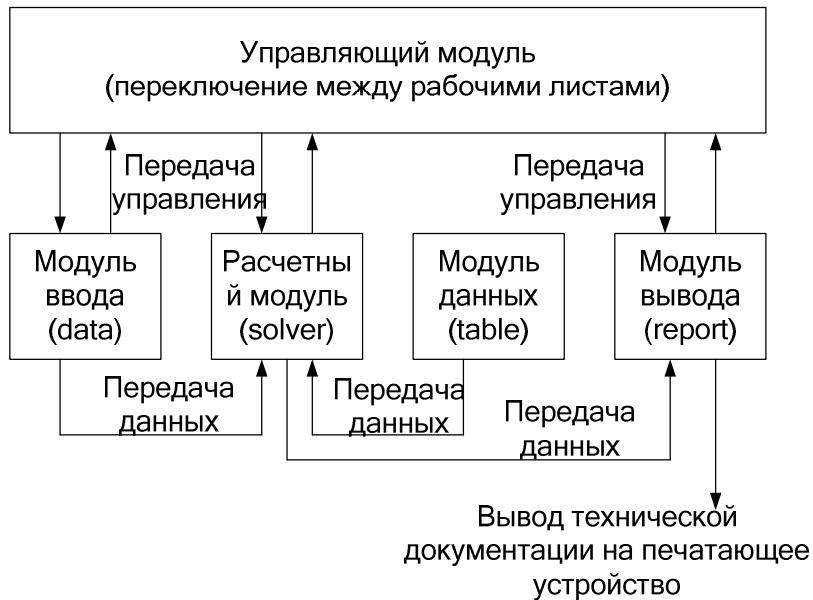

Рис. 3.1. Структурная схема САПР
Структурная схема САПР показывает состав и взаимосвязи модулей в системе. Принято разделять модули в соответствие с их функциями на расчетные, модули ввода, хранения, вывода информации и управляющий модуль. Тогда, исходя из перечисленных соображений, структурная схема САПР может иметь вид, представленный на рис. 3.1.
1) Создайте в рабочей книге LAB3.XLS – в сохраненном файле MS Excel, 4 рабочих листа. Дайте им имена: Data, Report, Solver, Table (рис. 3.1).